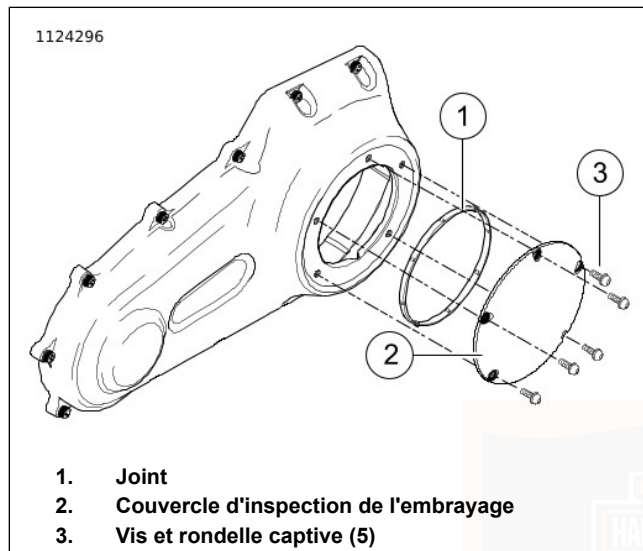
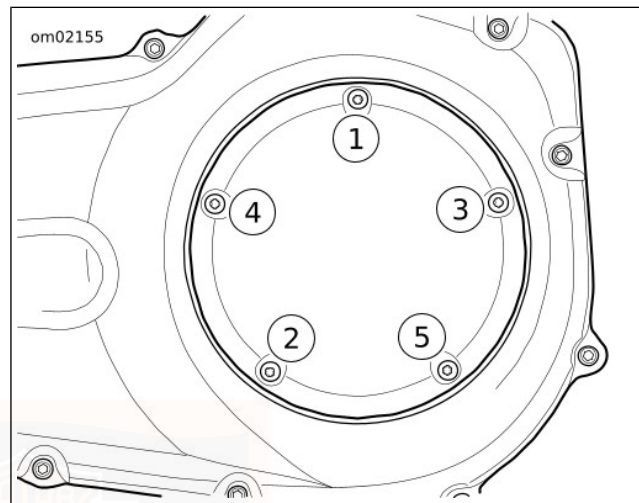

Figure 45. Couvercle d'embrayage (classique)
Figure 46. Séquence de serrage de couvercle d'embrayage
6. Voir Figure 45. Déposer les vis (3) et le couvercle d'inspection de l'embrayage (2).
7. Déposer le joint (1). Essuyer l'huile de la rainure du couvercle du carter de chaîne et de la surface de montage.
- b. Voir Figure 45. Placer un joint **neuf** (1) dans la rainure du couvercle d'inspection de l'embrayage (2). Enfoncer chaque patte du joint dans la rainure.
- c. Fixer le couvercle d'inspection de l'embrayage (2) à l'aide de vis et de rondelles captives (3).
- d. Voir Figure 46. Serrer dans l'ordre indiqué à un couple de 9,5–12,2 N·m (84–108 **in-lbs**).